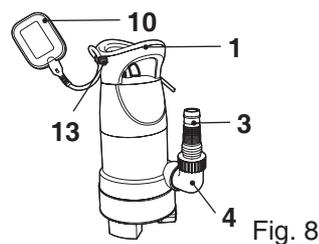

Fig. 8
Branchez l'appareil, puis soulevez manuellement l'interrupteur à flotteur (10). L'appareil démarre. Pour l'arrêter, faites descendre le flotteur (10) (Fig. 8).